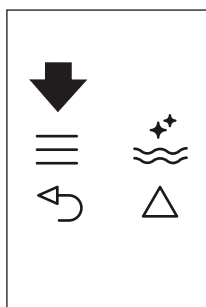
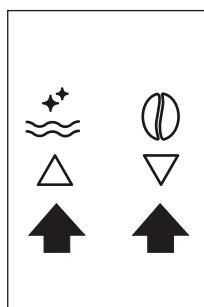

Fig. 22
Fig. 9
- ▶ Appuyez sur l'icône ≡ (B2) pour entrer dans le menu (Fig. 22). Appuyez sur les icônes △ ▽ (B7) et (B8) (Fig. 9) jusqu'à ce que le message « PROGRAM COFFEE » (PROGRAMMER CAFÉ) s'affiche.